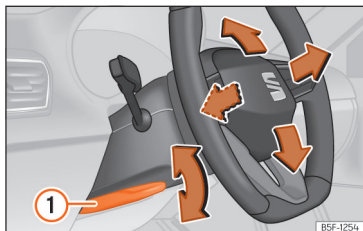

Fig. 68 Alavanca na parte inferior do lado esquerdo da coluna de direção
- Puxe a alavanca »» **Fig. 68 1** para baixo, mova o volante até à posição desejada e volte a subir a alavanca até ao ponto de fecho.
- Após ajustar a coluna da direção, empurre firmemente a alavanca »» **Fig. 68 1** para cima para que o volante não mude de posição acidentalmente durante o andamento.